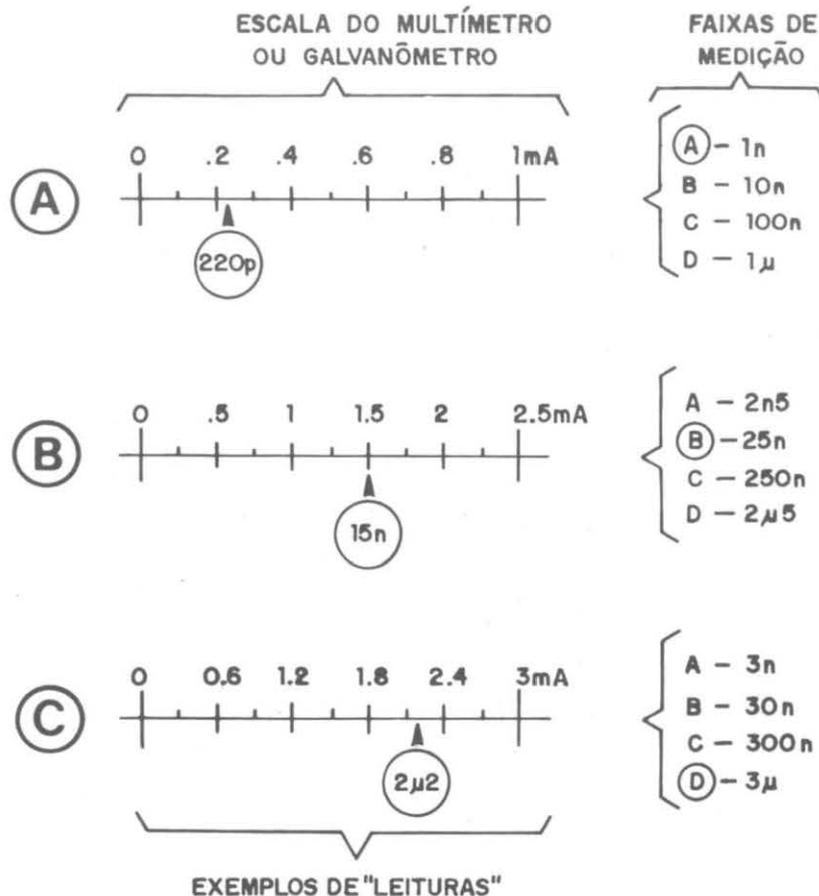

Fig.7
Para uma correta **CALIBRAÇÃO** e **LEITURA**, devemos observar atentamente a fig. 7 e suas “escalas/exemplo”:
- **FIG. 7-A** - Se o alcance do galvanômetro for de 1mA, as faixas
- **FIG. 7-B** - Se o alcance da faixa (multiteste) for de 2,5mA, as faixas ideais de medição serão: 2n5-25n-250n-2u5. As divisões prováveis e um exemplo de medição (15n) estão indicadas na figura.
- **FIG. 7-C** - Se a faixa baixa do multiteste tiver um fundo de escala de 3mA, as posições da chave do MOCAM corresponderão idealmente a: 3n-30n-300n-3u. Um exemplo de divisões e de medição (2u2) encontram-se na figura.
Observar que, nos exemplos/sugestões da fig. 7, são indicadas também as posições do chaveamento do MOCAM. No primeiro exemplo, supomos que o chaveamento está na posição “A”, correspondente a um fundo de escala de 1n. No segundo caso, o chaveamento estaria na faixa “B”, com um fundo de escala em 25n. Finalmente, no terceiro exemplo, o chaveamento de faixas do MOCAM estaria na posição “D”, correspondendo a um fundo de escala de 3u.
A calibração é fácil, feita a partir de um "componente/referência". Basta usar um capacitor de boa qualidade, baixa tolerância e de valor - obviamente - conhecido e comprovado. Supondo que a situação de escala é a exemplificada na fig. 7-B. Coloca-se a chave do MOCAM na faixa "B" (correspondente a um fundo de escala de 25n). Aplica-se os terminais de medição do MOCAM a um capacitor/referência de 15n e ajusta-se lentamente o **trim-pot** do módulo até que o ponteiro do galvanômetro indique **exatamente** a posição correspondente aos 15n (igualzinha à leitura/exemplo mostrada na figura...). Pronto. O **trim-pot** não deve mais ser mexido, e **todas** as 4 faixas de medição do MOCAM já estarão calibradas.